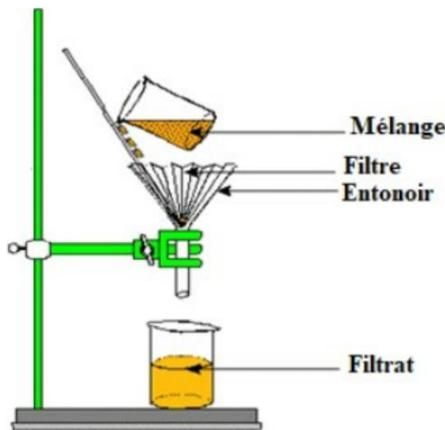

Figure 7: Montage de filtration par gravité
- Filtration gravimétrique (Figure 7).